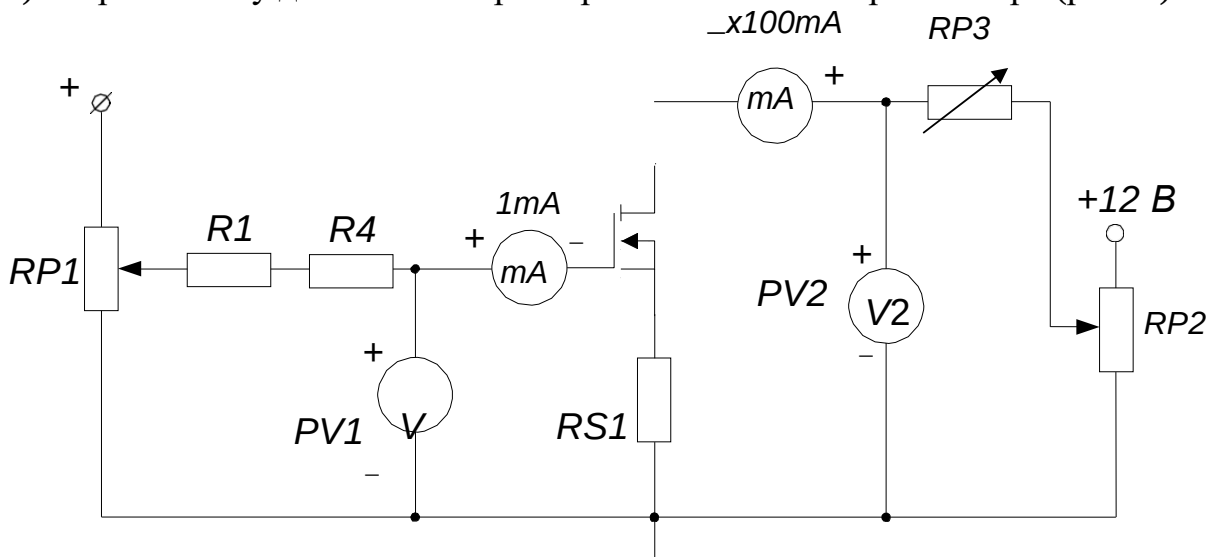

Рис. 1. Схема для снятия характеристик полевого транзистора
- собрать схему для снятия характеристик полевого транзистора (рис. 1).
U_c равном заданному значению U_2 и $RP3 = 0$, используя схему на рис. 1.
«*GND*». Включить питание стенда. При напряжении $U_3 = 0$ установить с помощью потенциометра *RP2* (см. рис. 1) заданное значение « $=U_2$ » и далее не изменять его при всех экспериментах (не трогать ручку потенциометра *RP2*);